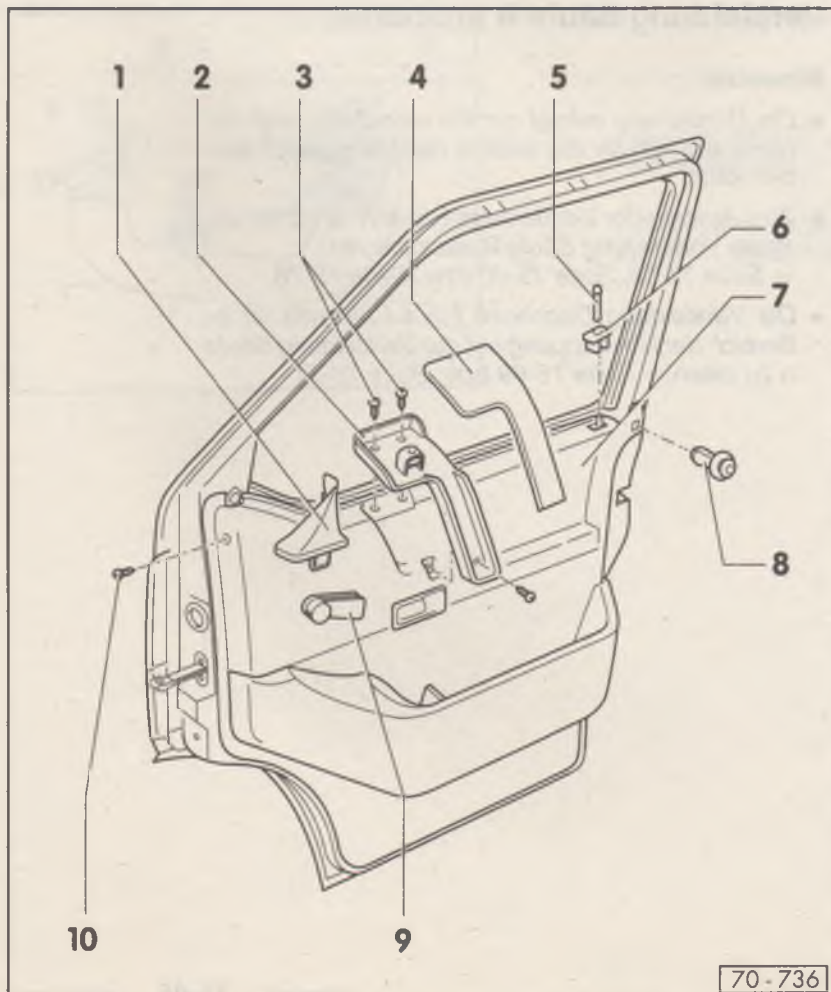
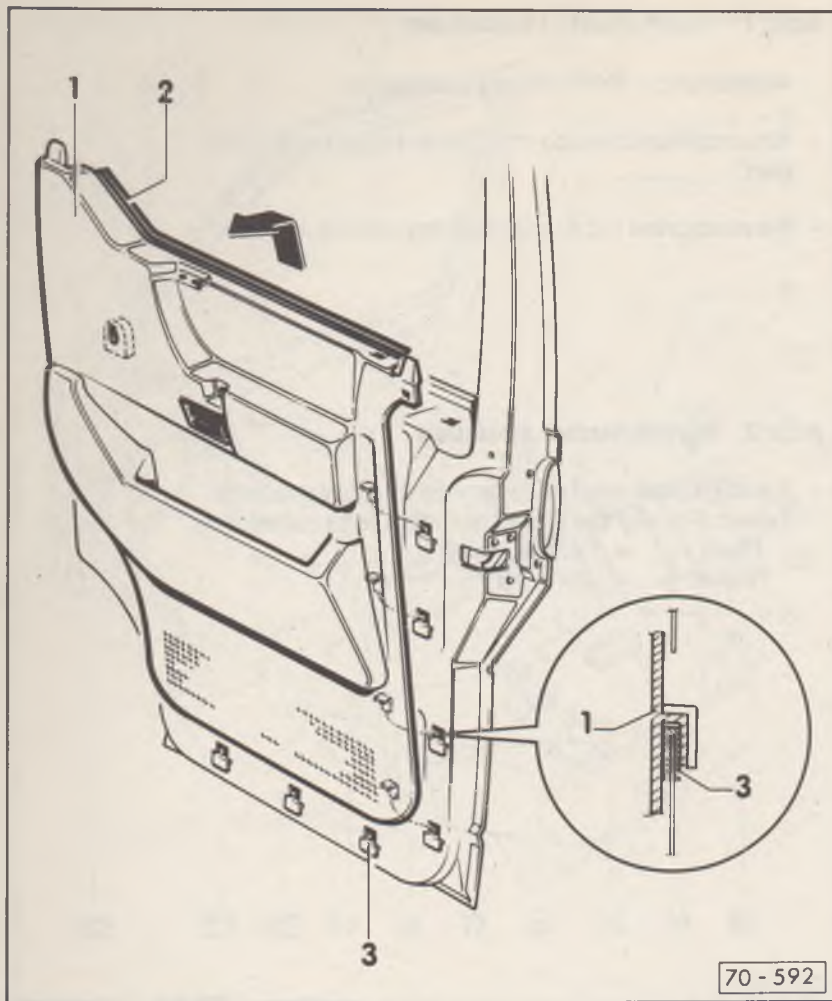

Abb. 3 Türverkleidung ausbauen
Abb. 4 Türverkleidung abnehmen
- ◆ ausbauen ⇒ Abb. 3 und Abb. 4
⇒ Abb. 4